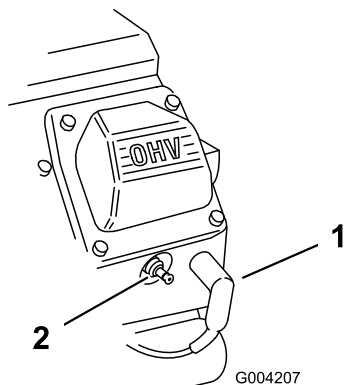

Figure 22
1. Débranchez les bougies (Figure 22).